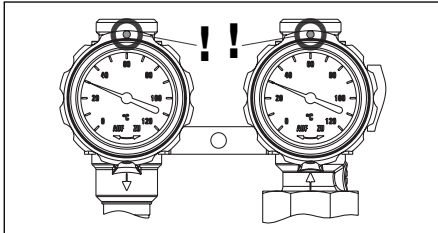

Abb. 6.11 Stellung der Kugelhähne
4. Überprüfen Sie die Stellung der Kugelhähne der Solarstation. Diese müssen, wie in Abb. 6.11 abgebildet, positioniert sein (Winkelstellung der Thermometergriffe in Vor- und Rücklauf: 0°).